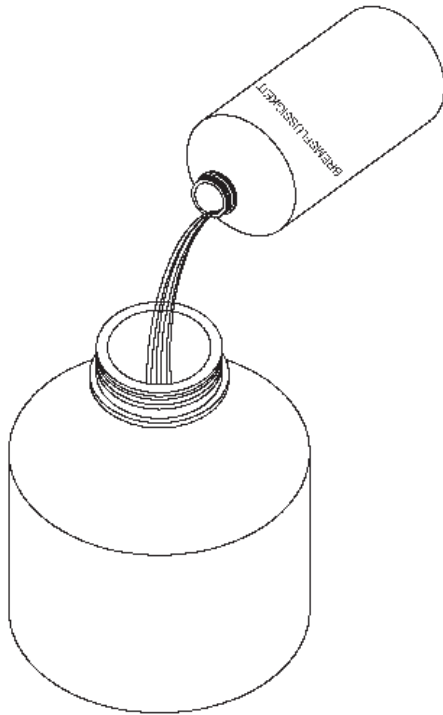

Abbildung 1
1. Den 40 Unzen (1200 ml) Behälter mit vom Fahrzeughersteller empfohlener Bremsflüssigkeit zu einem höheren Stand auffüllen als Flüssigkeit entnommen werden soll (Abbildung 1) und die Kappe anbringen. Oder den Deckel von einer neuen Standard 12 Unzen oder 32 Unzen Bremsflüssigkeitsflasche abnehmen und auf die Adapterkappe der richtigen Größe aufschrauben.